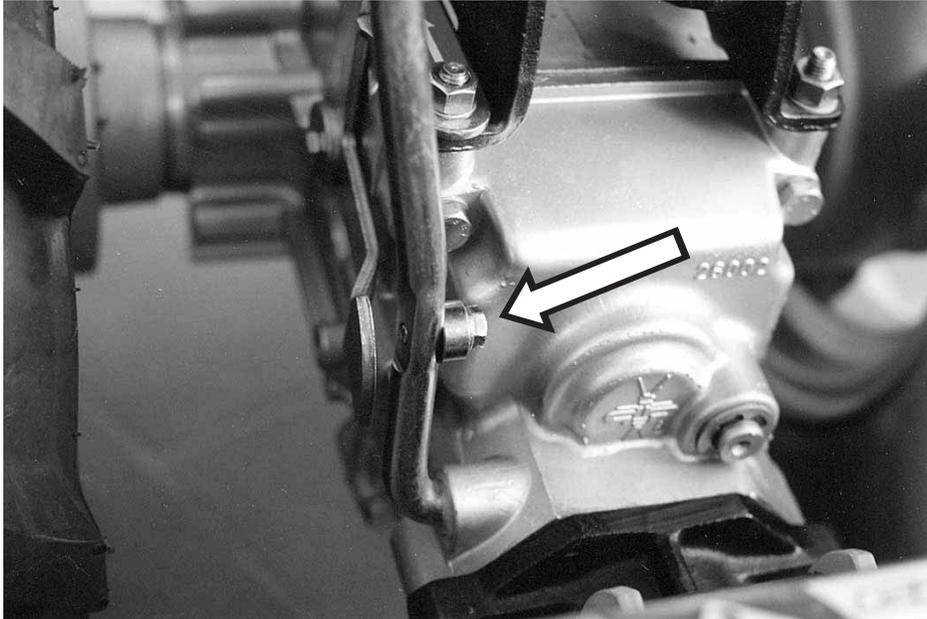

Fig. 2
**Important: cind reconectati freza, dispozitivul de siguranta trebuie adus in pozitia originala. Fabricantul nu isi asuma nici o responsabilitate daca aceasta regula nu se respecta (fig. 2 si fig. 2/A).**